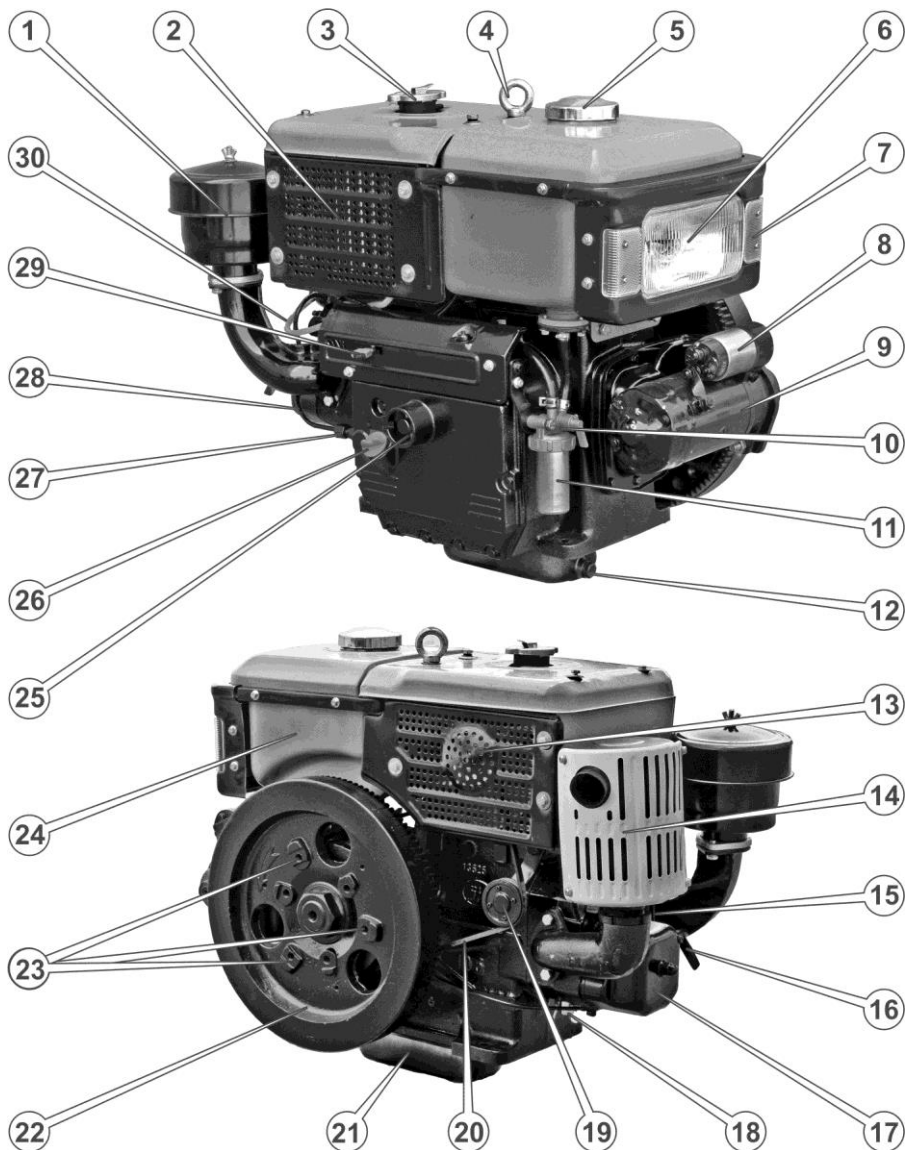

Рисунок 8. – Робочі органи двигуна R195
***Зовнішній вигляд, комплектація і розташування складових частин двигуна R195 можуть дещо відрізнятися від зображених на рис. 8.***